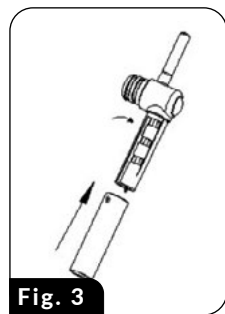

Fig. 3
1. Coloque tazas pequeñas en la base extensible (6) después de que se haya extendido.
2. Dos orificios grandes en la base (6) y la parrilla (9) están ubicados directamente debajo de la salida de café del portafiltro; indican la posición correcta de dos tazas pequeñas.
3. Coloque una taza grande directamente sobre la rejilla de la bandeja de goteo (9); luego, la base (6) debe insertarse dentro del dispositivo.
**¡ATENCIÓN! Cuando prepare café CAPPUCCINO o LATTE, asegúrese de ajustar la boquilla del tubo de espuma (22). También puede ajustar la longitud de la boquilla de leche espumosa bloqueándola en diferentes configuraciones de longitud para adaptarse a diferentes tamaños de taza (fig. 3).**